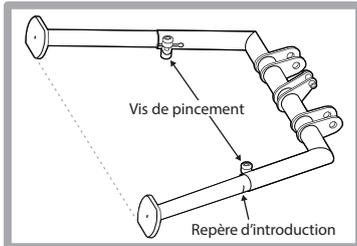

Figure 1
1. Immobilisez le cadre en position verticale. Installez les pieds de la béquille dans le cadre de la béquille. Remarque : les pieds gauche et droit de la béquille sont uniques, de sorte qu'ils reposent à plat sur le sol une fois la béquille déployée. Pour la configuration initiale, introduisez les pieds de la béquille jusqu'au troisième repère d'introduction de sorte qu'un seul repère reste visible (figure 1). Posez le bord des pieds de la béquille sur une surface plane et faites-les pivoter de manière à ce qu'ils soient parallèles l'un par rapport à l'autre et au même niveau que la surface. Pour sécuriser l'installation, serrez les vis de pincement (à l'aide d'une clé hexagonale de 5 mm) à 7 Nm.